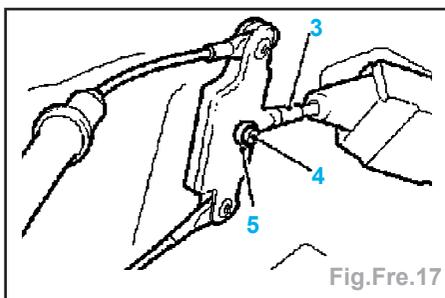

Fig.Fre.17
- décrocher le câble (2),
- retirer le câble Bowden (3).
- Enlever le clip (4) (Fig.Fre.17).
- Retirer l'axe de raccordement (5).
- Démontez le câble de frein à main du câble de levier de frein à main (3).